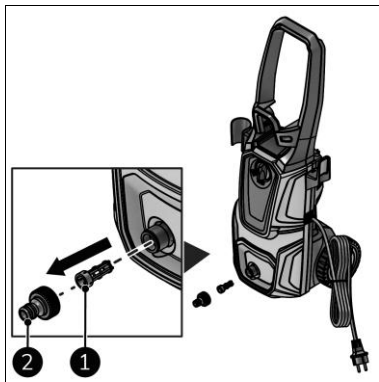

Figure 23
3. Dévissez le raccord du tuyau de jardin (figure 23, pos. 2).
4. Retirez le filtre (figure 23, pos. 1).